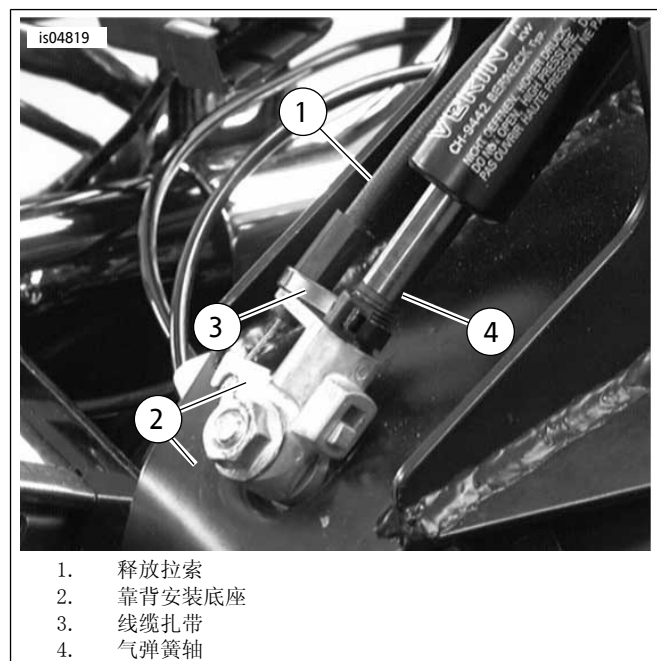

图6。将线缆连接到靠背支架
12. 参见图6。按照图示将释放拉索（1）连接到靠背安装底座（2）。使用提供的线缆扎带（3）小心地将拉索固定至气弹簧（4）的轴上。切勿过度拉紧线缆扎带。